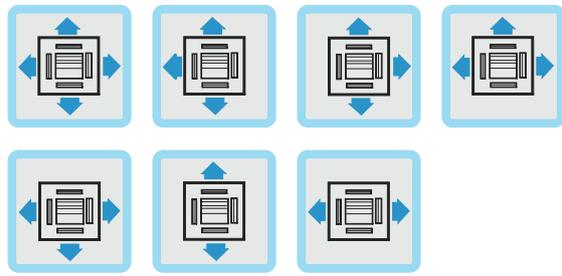

Figura 2.3
5. De acordo com o formato da divisão, determine as direções do fluxo de ar para o local de instalação. Veja a Figura 2.3 para uma representação das direções do fluxo de ar. Se parte da saída de ar tiver de ser bloqueada, pode-se inserir um defletor de ar abaixo do corpo da unidade para bloquear o fluxo de ar. Ver Fig. 2.4